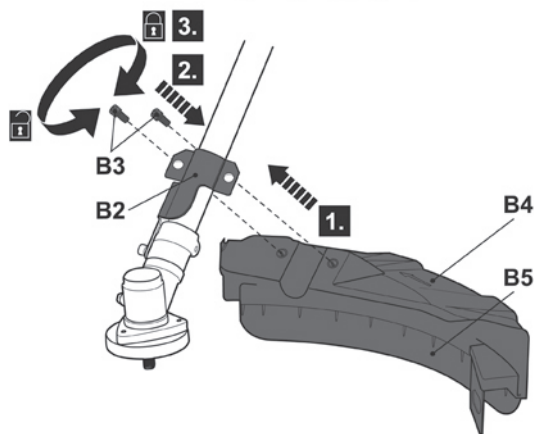

Fig. 9
- > Fixe a ligação com os kits de montagem (B3) (Fig. 9).